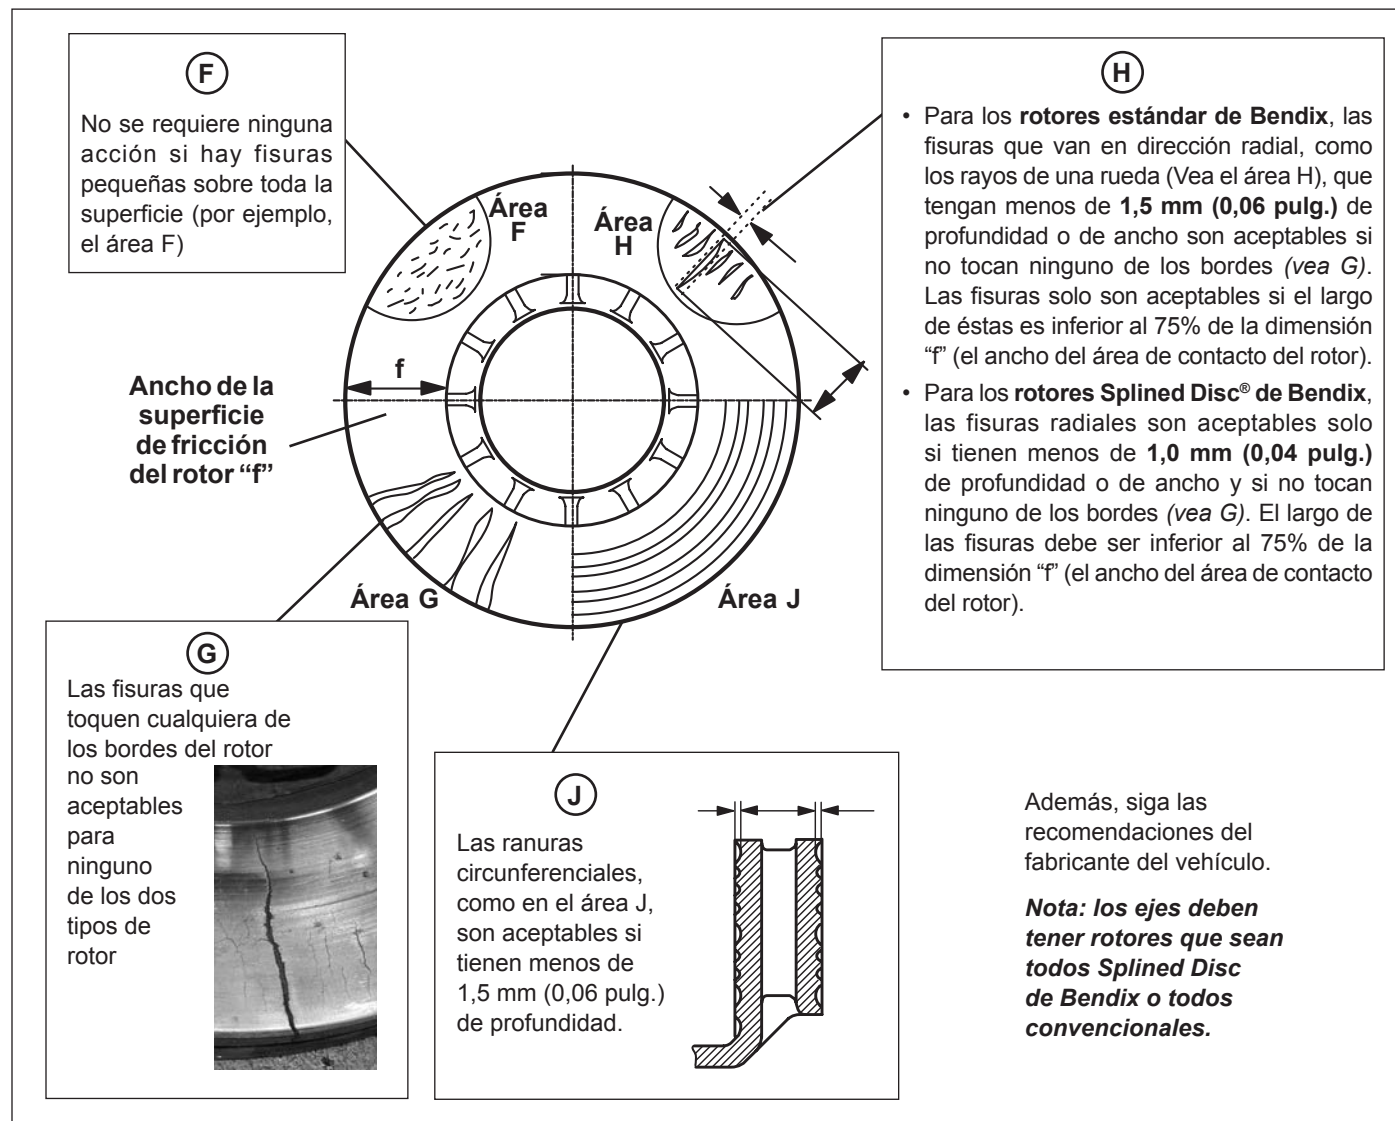

FIGURA 25 - EJEMPLOS DE CONDICIONES DEL ROTOR ACEPTABLES Y NO ACEPTABLES
4.4.2 Inspeccione la superficie del rotor. *Consulte la figura 25*. Se debe considerar el tipo de rotor, como también el tamaño, profundidad y dirección de las imperfecciones.